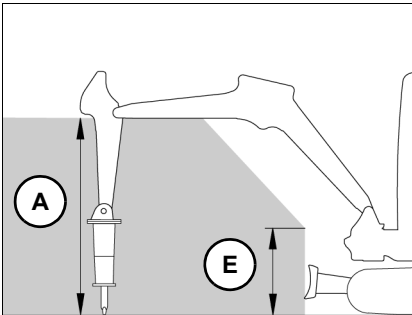

Fig. 123 Área de trabalho com proteção contra resíduos
- ▶ Observar as áreas de trabalho limitadas (ver a fig. 123/124)